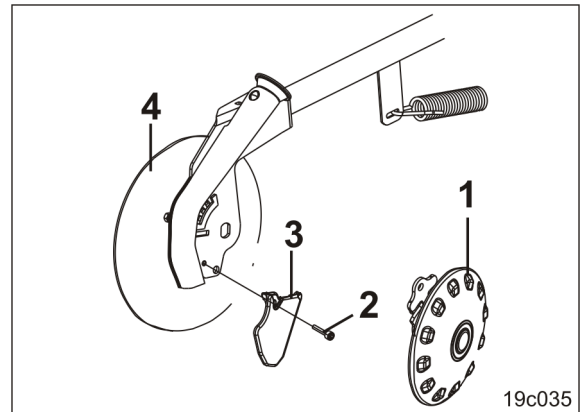

Bild 235
1. Demontera djupstyrningstallriken (Bild 235/1) (se kap. Montera djupföringsskivan/djupföringsrullen, sidan 141).
2. Lossa cylinderskruven (Bild 235/2) (skruvåtdragningsmoment 30-35 Nm).
3. Byt ut slitspetsen (Bild 235/3) och montera i omvänd ordningsföljd.
Slitspetsen (Bild 235/3) får inte skjuta ut utanför kanten på såtallriken (Bild 235/4). Byt såtallrik vid behov.